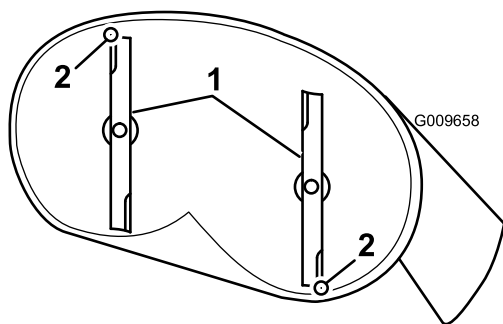
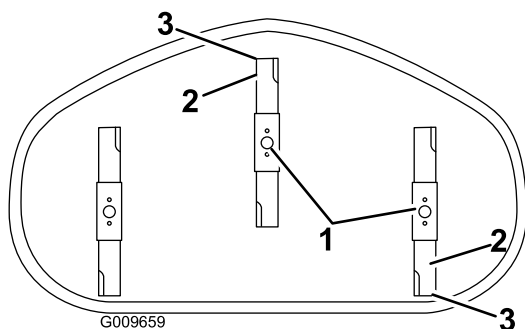

Figura 72
Figura 73
- Rode cuidadosamente as lâminas para que estejam da frente para trás (Figura 72 e Figura 73).
5. Meça da ponta da lâmina da frente até à superfície plana e da ponta da lâmina de trás até à superfície plana (Figura 72 e Figura 73).
9. Após o ajuste, verifique inclinação entre frente e a traseira, continue a ajustar a porca até que a ponta da lâmina frontal esteja 1,6 a 7,9 mm mais baixa que a ponta da lâmina traseira (Figura 72 e Figura 73).